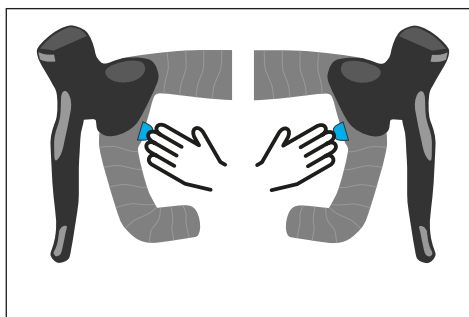

Fig. 4: Selección del modo de asistencia con el HPR Single Button Remote
- Pulse **brevemente** el botón derecho del HPR Single Button Remote (véase la Fig. 4) o el botón opcional de una palanca de cambios electrónica (véase "3.8.2 Cambio de marchas" y "3.8.3 Autonomía") para aumentar el modo de asistencia.
- Pulse **brevemente** el botón izquierdo del HPR Single Button Remote (véase la Fig. 4) o el botón opcional de una palanca de cambios electrónica (véase "3.8.2 Cambio de marchas" y "3.8.3 Autonomía") para disminuir el modo de asistencia.